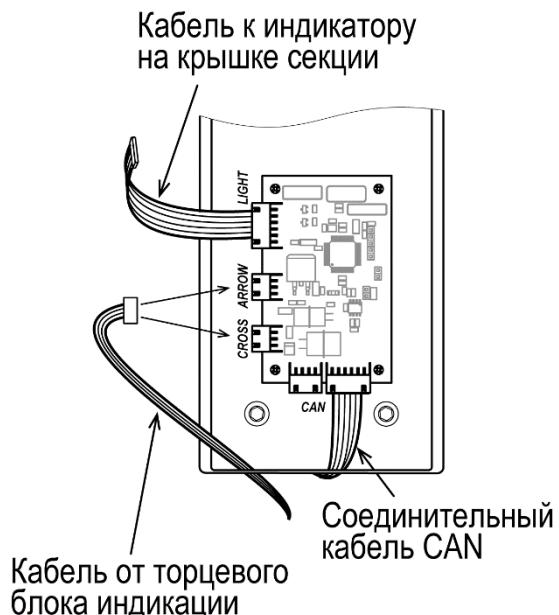

Рисунок 3. Передняя панель PERCo-FP-11C
Устройство панели **PERCo-FP-11C** показано на рис. 3. Далее номера позиций указаны в соответствии с рис. 3.
3. Из передней панели демонтируйте плату индикации, для чего открутите 4 винта, крепящие ее к кронштейну внутри передней панели. Плату индикации зафиксируйте внутри верхнего короба под крышкой секции на 4-х самоклеящихся площадках-фиксаторах из комплекта поставки панели **PERCo-FP-11C**. Подключите соединительный кабель CAN к плате индикации (см. рис. 3).
4. Распакуйте панель **PERCo-FP-11C**. При необходимости установите внутри панели встраиваемый считыватель (6), место установки показано на рис. 3. Для установки считывателя используйте двусторонний скотч.
6. Подсоедините в соответствии со схемами на рис. 4 и 5 и уложите внутри секции соединительные кабели (см. рис. 3):
- от источника питания 24VDC – кабель питания картоприемника (8)¹,
- от контроллера СКУД – кабель встроенного считывателя (7) и кабель управления картоприемника (9).
- к плате индикации скоростного прохода – кабель торцевого блока индикации (10). Порядок подключения кабелей к плате индикации показан на рис.:
7. С помощью кабеля (10) подключите торцевой блок индикации (2) к плате индикации в секции **PERCo-ST-11**. Порядок подключения кабелей к плате индикации показан на рис. 3:
9. Установите на место крышку скоростного прохода, не забудьте подключить кабель индикатора крышки из искусственного камня в разъем LIGHT платы индикации (см. рис. 3).